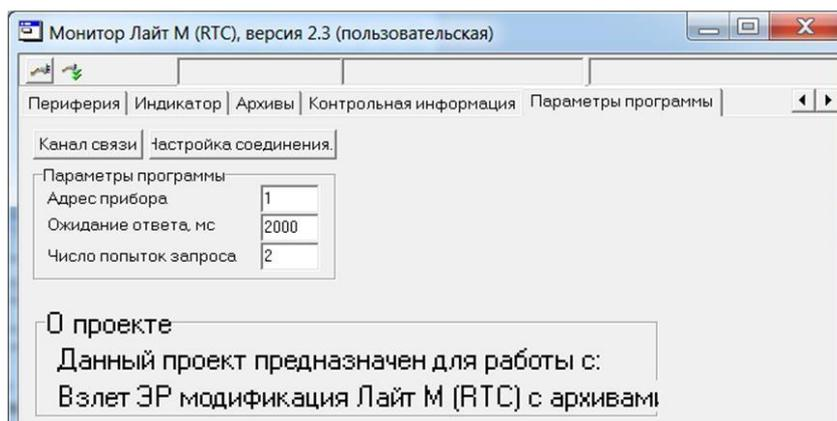
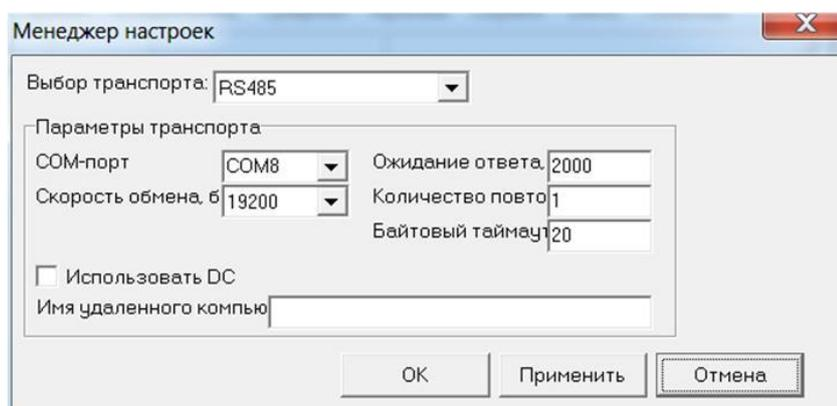

Рис.5. Вид вкладки «Параметры программы».
Рис.6. Вид окна «Менеджер настроек».
2.1.2. Перейти на вкладку **Параметры программы** в главном окне программы «Монитор» (рис.5) и удостовериться, что для параметра **Адрес** установлено значение 1 (как при выпуске из производства).
Нажать кнопку **<Настройка соединения>** (рис.5). В открывшемся окне **Менеджер настроек** (рис.6) установить требуемые значения параметров связи: